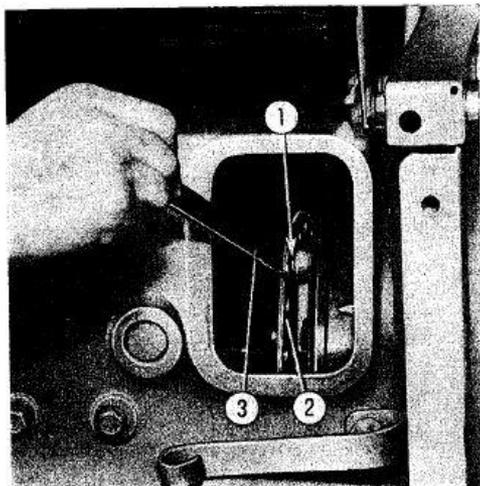

Fig. 16. - Registrazione della frizione centrale.
- Disinnestare la frizione, accertarsi che la leva del cambio sia in «folle» e togliere il coperchio d'ispezione (ved. fig. 16).